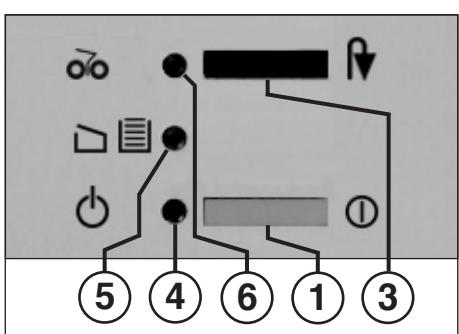

fig. 1
3 = Interrupteur à poussoir (fig. 1)
4 = Voyant de contrôle (fig. 1)
5 = Voyant de contrôle (fig. 1)
6 = Voyant de contrôle (fig. 1)
- Appuyer sur l'interrupteur à poussoir (1) (fig. 1) de la machine. Le voyant de contrôle (4) (fig. 1) s'allume.